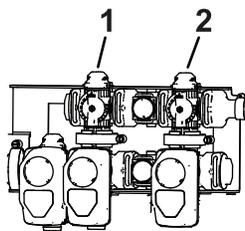

Figura 23
11. Regolate la valvola di bypass dell'agitatore (Figura 23) sul retro della valvola dell'agitatore
9. Regolate la stegola di bypass di sezione principale per controllare la quantità di agitazione nel serbatoio (Figura 23).